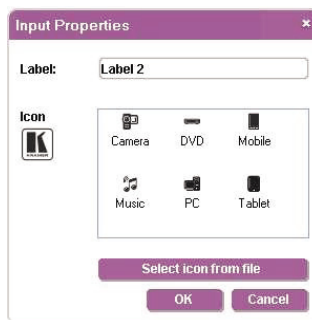

Рис. 19. Окно «Input Button Priorities»
1. Щелкните правой кнопкой мыши на соответствующую кнопку. На экране появится окно «The button Input Properties» (Свойства кнопки входа), как показано на рис. 19.